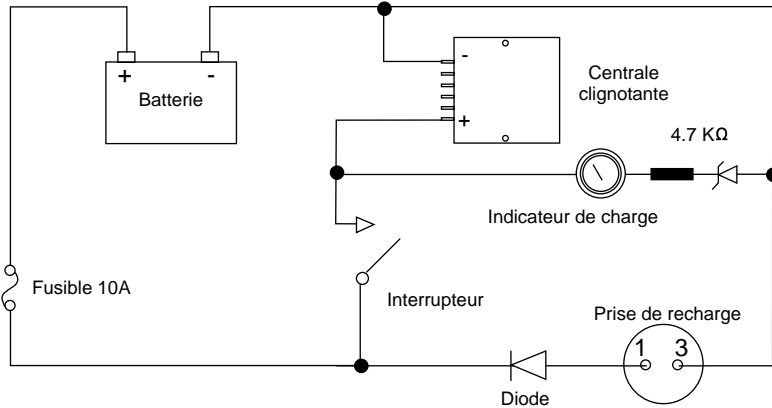

Figure 9. Schéma électrique d'alimentation
- Schéma électrique d'alimentation (Figure 9.)